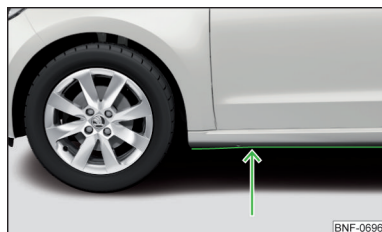

Fig. 124
- Înainte de traversarea zonei cu apă, stabiliți adâncimea apei. Nivelul apei poate să ajungă maximum până la marginea inferioară a lonjeronului inferior » fig. 124.